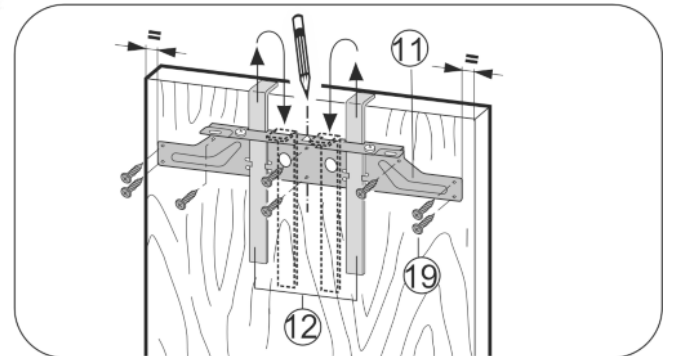

Fig. 18
- ▶ Bevestigingsdwarsstrip Fig. 18 (11) met de montagehulpstukken Fig. 18 (12) aan de binnenkant van de kastdeur hangen.
- ▶ Bevestigingstraverse Fig. 18 (11) op het midden van de deur uitlijnen.*
- ▶ De bevestigingsdwarsstrip Fig. 18 (11) met minstens 6 schroeven Fig. 18 (19) vastdraaien.
- ▶ De bevestigingsdwarsstrip Fig. 18 (11) met 4 schroeven Fig. 18 (19) aan de rand vastschroeven.
- ▶ Trek de montagehulpstukken Fig. 18 (12) naar boven eruit en schuif ze gedraaid in de ernaast gelegen opnameopeningen.